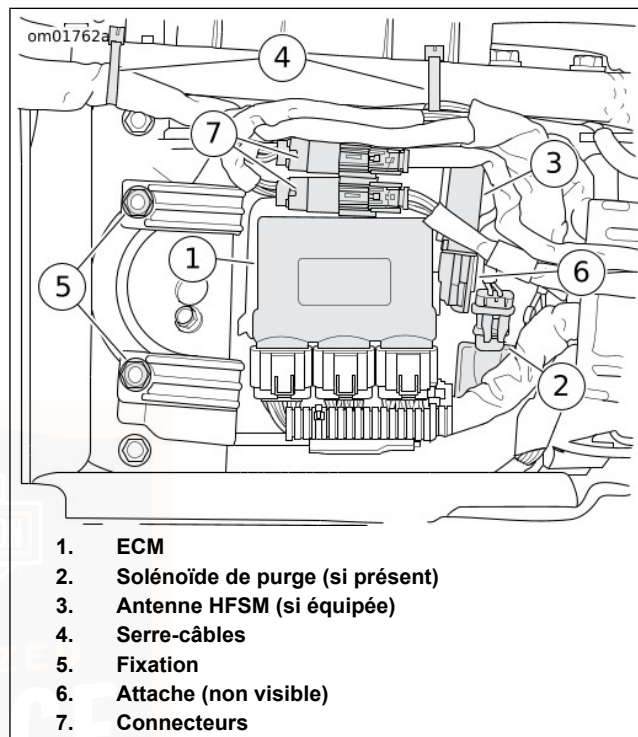

Figure 92. Boîtier supérieur
2. Détacher l'ECM (1) du boîtier supérieur. Le mettre de côté.
3. Voir Figure 92. S'il est présent, déplacer le solénoïde de purge (2) vers l'avant pour le dégager du boîtier supérieur. Dégager l'antenne HFSM (3) du boîtier supérieur et la mettre de côté.
4. Détacher les connecteurs (7) des ancrages sur le boîtier supérieur.
5. Retirer les fixations (5).
6. Couper les serre-câbles (4). Déplacer les faisceaux pour obtenir plus de dégagement pour le boîtier supérieur.
6. Voir Figure 92. Mettre le boîtier supérieur en place et engager le loquet sur le support de retenue.
7. Attacher le boîtier supérieur à la traverse de cadre avec les vis (5). Serrer à un couple de 8,1–10,9 N·m (72–96 **in-lbs**).
8. S'ils sont présents, engager l'antenne HFMSM (3) et le solénoïde de purge (2) sur le boîtier supérieur. Vérifier que tous les autres connecteurs et faisceaux sont acheminés sous la languette de montage du solénoïde de purge.
9. Attacher les connecteurs (7) aux ancrages sur le boîtier supérieur.
10. Verrouiller l'ECM (1) en place sur le boîtier supérieur.
11. Attacher les faisceaux au cadre avec des serre-câbles (4).